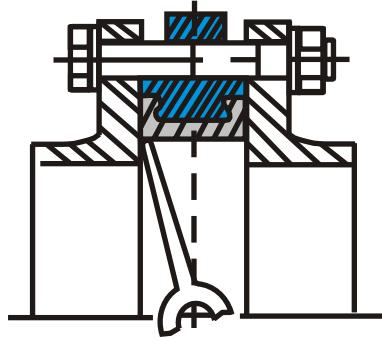

Рис. 1 (неправильно)
- Использование фланцев с внутренним диаметром меньше номинального диаметра затвора может привести к блокировке диска, что в свою очередь вызовет серьезное повреждение диска поворотного затвора (рис. 1). Для фланцев изготовленных согласно стандартам указаным на странице 84 при правильной установке затворов ABRA, такой неприятности не случится.